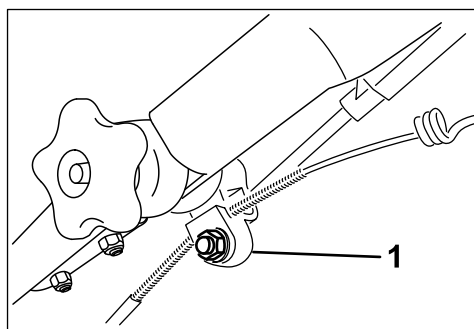

Figure 47
1. Desserrez l'écrou sur le support du câble (Figure 47).